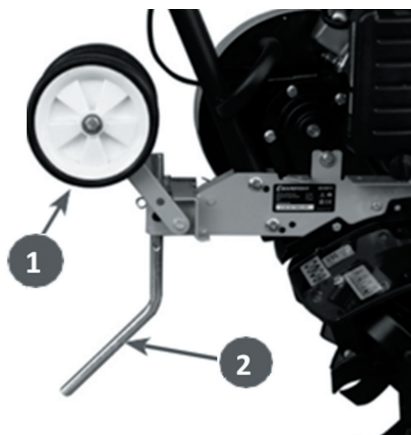

Рис. 9
Глубина культивации регулируется с помощью сошника (2) (рис. 9). Сошник культиватора может быть установлен в нескольких положениях с помощью отверстий на сошнике. При более глубоком положении сошника, происходит большее заглубление фрез культиватора, что влияет на скорость движения культиватора и увеличивает глубину обработки почвы. Для увеличения глубины культивации нужно заглублять сошник в грунт, нажимая на рукоятку управления сверху, для уменьшения глубины культивации нужно уменьшить заглубление сошника, приподнимая рукоятку управления вверх.
Для регулировки глубины культивации установите транспортировочные колеса (1) в рабочее положение (рис. 9). Установите сошник (2) в рабочее положение (рис. 9). Зафиксируйте сошник на раме культиватора с помощью стопорного пальца и шплинта в одном из трех положений. Сделайте пробную культивацию. Для уменьшения глубины культивации